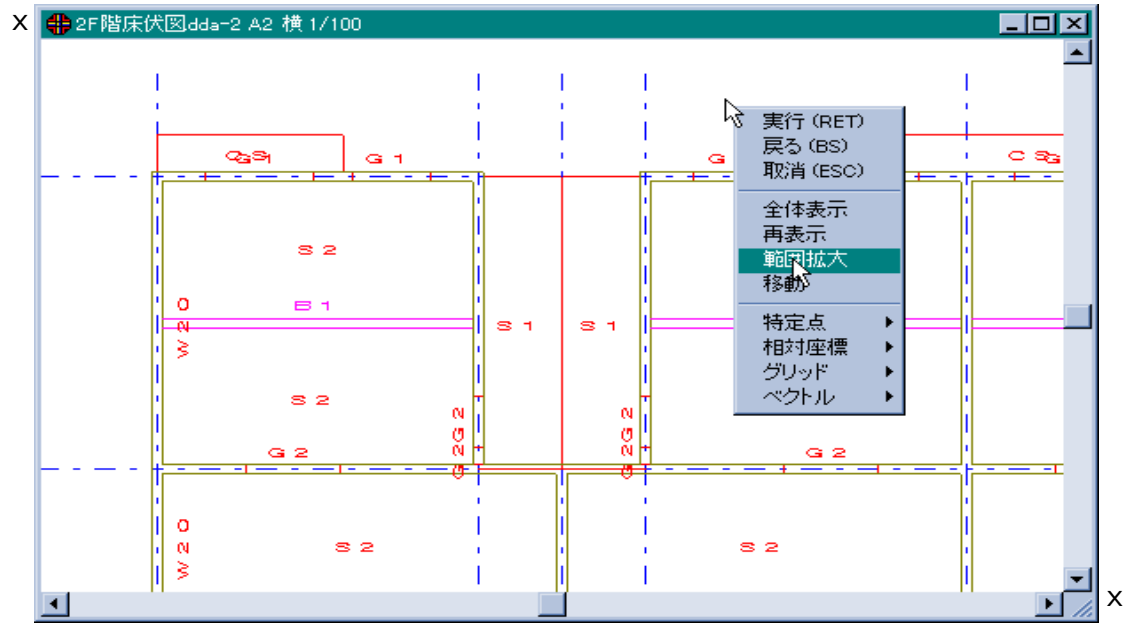

図1.17 マウスコマンドメニュー
- 2) マウスコマンドメニューを使う。[図 1.17 参照]